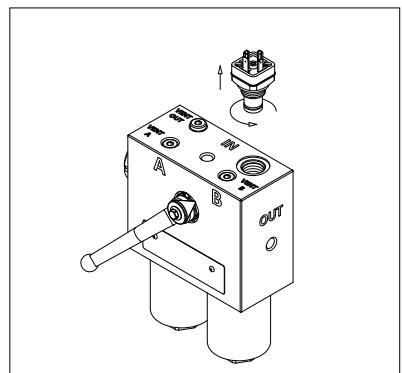

fig. 16
- (Fig. 16) Svitare il corpo indicatore